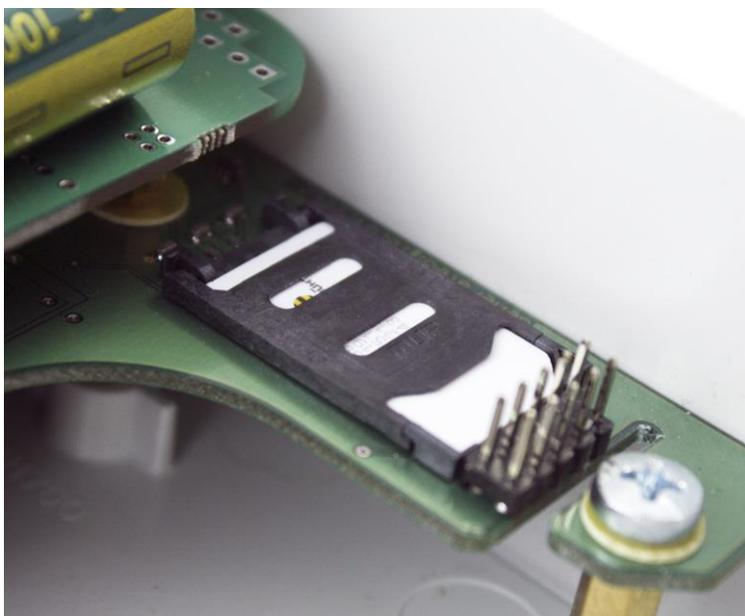

Рисунок 2.5
4) Закрыць держатель SIM карт (см. Рисунок 2.5).